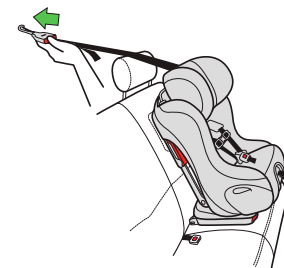

Figura 67
- Oprima el botón de soltar para alargar la correa superior tirando de ésta al mismo tiempo, como se muestra en la **figura 67**.